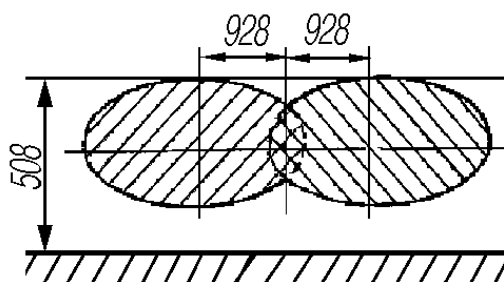

Рис. 68. Разметка экрана для регулировки противотуманной фары
**Регулировка света противотуманных фар** проводится следующим образом. Установить экран (рис. 68) на расстоянии 5 м до рассеивателей фар и провести на нем горизонтальную линию на высоте 450 мм от поверхности площадки. Включить свет и, ослабив стопорную гайку фары, установить и закрепить фару так, чтобы верхняя граница светового пятна совпала на экране с горизонтальной линией.